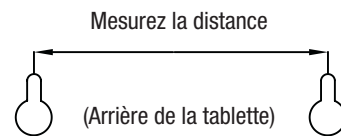

Figure 1
**ÉTAPE 2:** Tracez une ligne sur le mur à l'aide du niveau afin de déterminer l'emplacement des trous. Mesurez la distance requise entre les vis pour installer la corniche décorative. Marquez l'emplacement des vis aux endroits désirés, tel qu'illustré à la **Figure 1**.